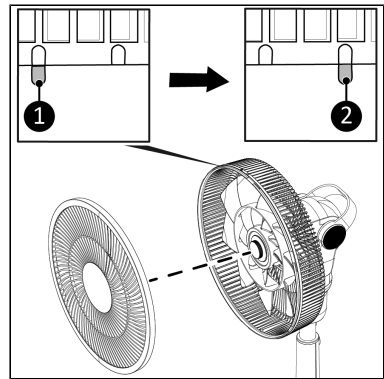

Abbildung 48.
14. Setzen Sie das Frontgitter auf den Ventilator. Richten Sie die Markierung auf dem Frontgitter mit der linken Markierung auf dem Heckgitter aus (Abbildung 48, Pos. 1).
15. Drehen Sie das Frontgitter im Uhrzeigersinn, bis die Markierung auf dem Frontgitter mit der rechten Markierung auf dem Heckgitter übereinstimmt (Abbildung 48, Pos. 2).